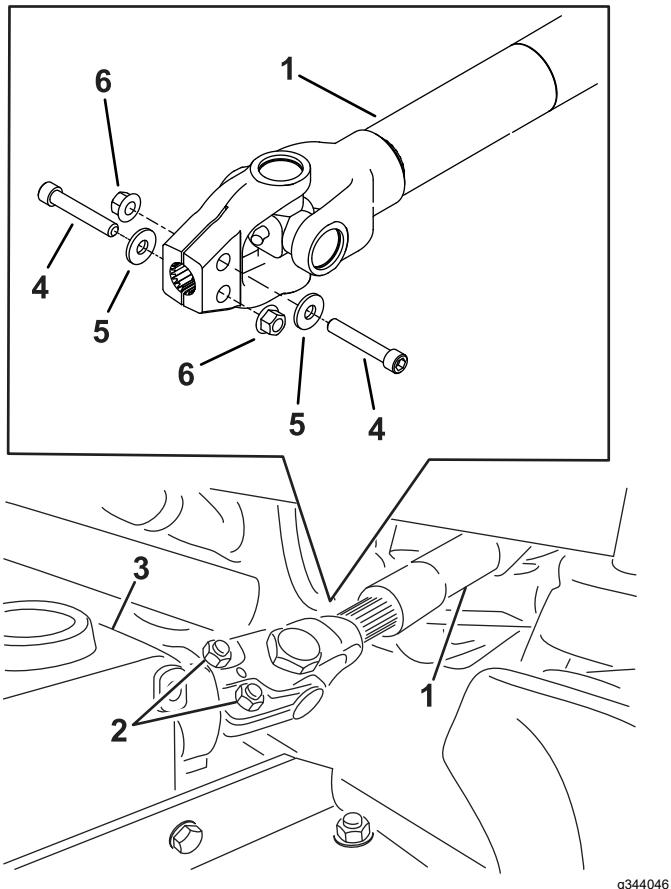

Figura 4
2. Retire los pernos y las tuercas del eje de la TDF (Figura 4) y deslice la horquilla para sacarla del eje del accesorio delantero. Deseche los herrajes.
7. Deslice la horquilla del árbol de la TDF sobre el árbol del accesorio delantero y fije los árboles juntos con 2 pernos allen ($\frac{3}{8}$ " x $2\frac{1}{4}$ "), arandelas y tuercas con arandela prensada ($\frac{3}{8}$ ") en direcciones opuestas y apriete en un patrón alterno (Figura 4).